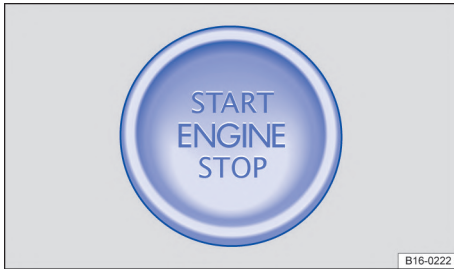

Fig. 88 En la parte inferior de la consola central: tecla de arranque para poner en marcha el motor
- *Vehículos con pulsador de encendido y arranque*: presionar el pulsador de encendido y arranque brevemente → fig. 88. Si el motor no puede apagarse, realizar el apagado de emergencia → pág. 113.